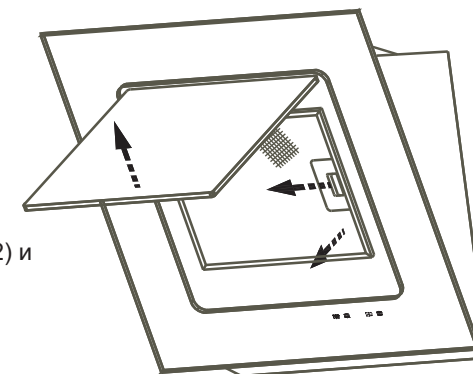

РИС. 4
8.3 Для очистки алюминиевого фильтра извлеките его из зонта (рис. 4). Произведите очистку фильтра с помощью щетки горячим водным раствором нейтрального моющего средства вручную или в посудомоечной машине (при 60°C). Сильно загрязненный фильтр не следует мыть в посудомоечной машине вместе с посудой.
6.1.2 Перед установкой зонта снимите алюминиевый фильтр (рис.4).
- потяните за нижний край откидной панели, как показано на рис. 4 и откройте ее;
Чтобы снять алюминиевый фильтр, нажмите на пружинный замок фильтра и потяните его на себя (рис.4).